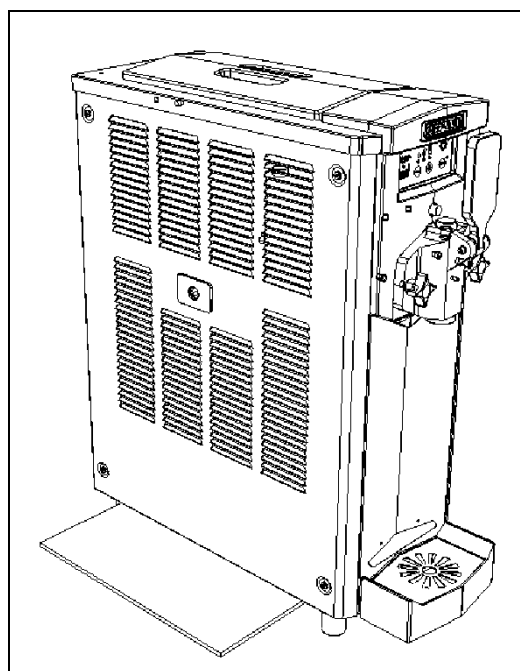

Fig. 39
- Retirer le filtre, en l'ôtant par le bas de la machine comme montré sur la figure 39.